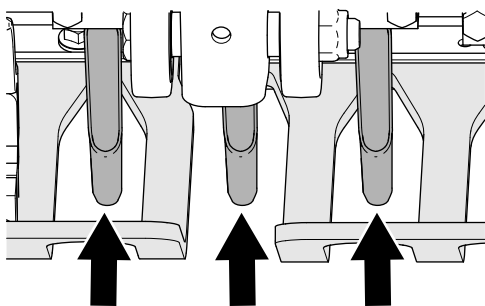

Рисунок 44
4. Проверьте совмещение пазов травотбойников с зубьями, чтобы убедиться, что они расположены по центру (Рисунок 44).